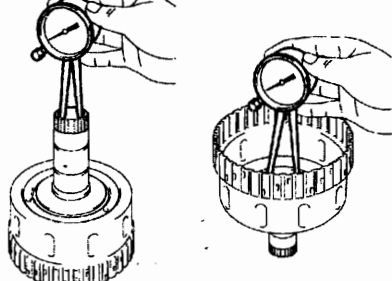

图 12-1-122
(8) 检查前进挡离合器毂分总成。如图 12-1-122 所示,用百分表测量前进挡离合器毂衬套内径,标准衬套内径为 26.037~26.062mm,最大衬套内径为 26.112mm。若内径大于最大值,则应更换前行挡离合器毂。